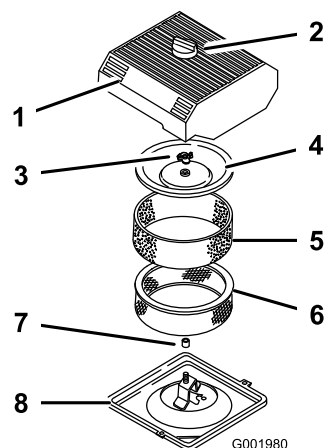

Figure 39
3. Nettoyez la surface autour du filtre à air pour éviter que des impuretés n'endommagent le moteur en tombant à l'intérieur (Figure 39).
4. Desserrez le bouton sur le couvercle du filtre à air et déposez le couvercle (Figure 39).
5. Sortez délicatement l'élément en mousse de l'élément en papier (Figure 39).
6. Retirez l'écrou du couvercle et enlevez le couvercle et l'élément en papier (Figure 39).
1. Glissez délicatement l'élément en mousse sur l'élément en papier (Figure 39).
3. Vissez l'écrou à la main contre le couvercle (Figure 39).
4. Remettez en place le couvercle du filtre à air et le bouton (Figure 39).